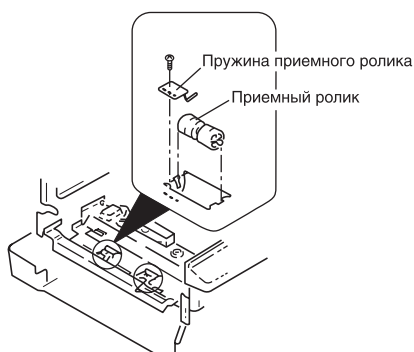

Рис. 13. Снятие приемного ролика
3. Снимите приемный ролик (рис. 13).